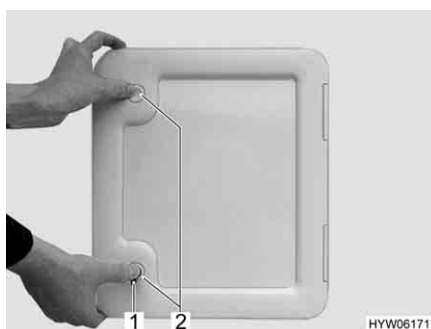

Fig. 11 Sportello esterno cassetta Thetford
- Inserire la chiave nel cilindro della serratura a pressione (Fig. 11,1) e ruotare di un quarto di giro.
- Premere contemporaneamente con i pollici entrambe le serrature a pressione (Fig. 11,2) e aprire lo sportello esterno.
- Inserire la chiave nel cilindro della serratura (Fig. 11,1) e ruotare di un quarto di giro.